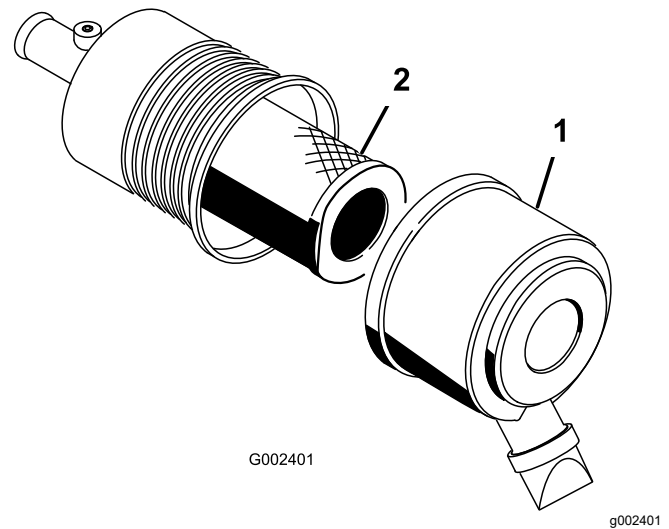

Bild 40
1. Lösen Sie die Riegel am Luftfilter und ziehen Sie die Abdeckung vom Luftfiltergehäuse ab (Bild 40).
3. Schieben Sie den Filter vorsichtig aus dem Luftfiltergehäuse heraus (Bild 40).
5. Schieben Sie den Filter vorsichtig auf das Gehäuserohr (Bild 40).
6. Bringen Sie die Luftfilterabdeckung mit der Seite nach oben an und rasten Sie die Riegel ein (Bild 40).